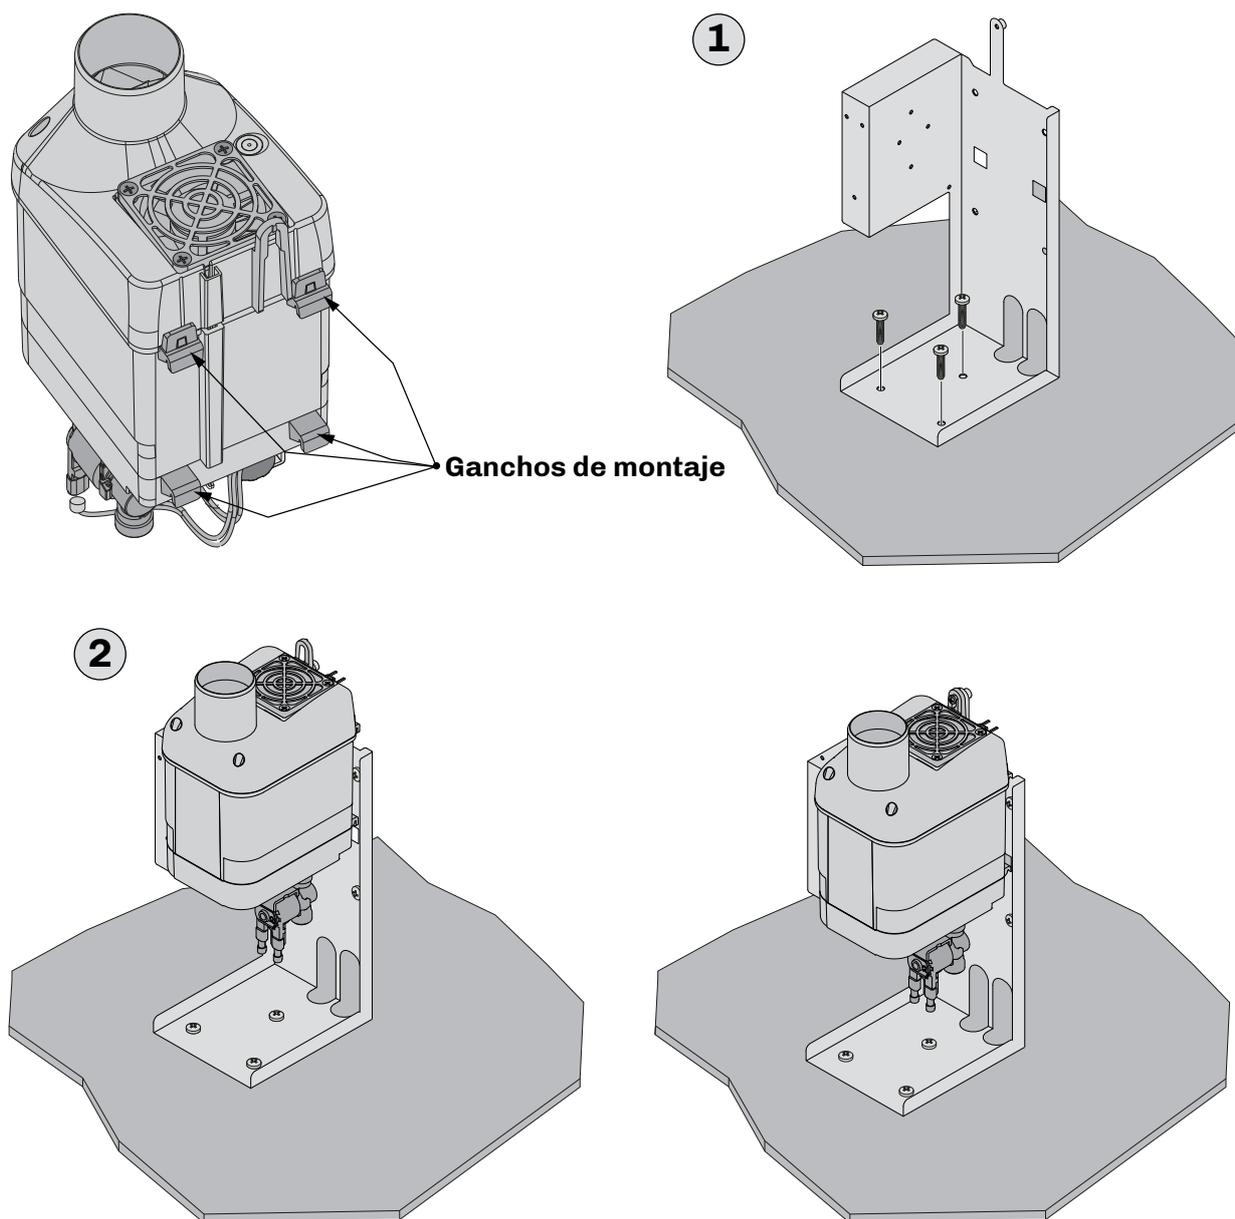

Fig. 10. Instrucciones de montaje de la caja sobre la base de apoyo
- Fijar la caja en la base siguiendo las instrucciones de la imagen "FIG. 10. INSTRUCCIONES DE MONTAJE DE LA CAJA SOBRE LA BASE DE APOYO" A PAGINA 22 y las medidas de los orificios y de la caja indicadas en el punto "4.3.2 DIMENSIONES MISTRAL CON CAJA" A PAGINA 15 (1);
- Enganchar el humidificador **Mistral** en la caja asegurándose de que quede bien fijado (2);